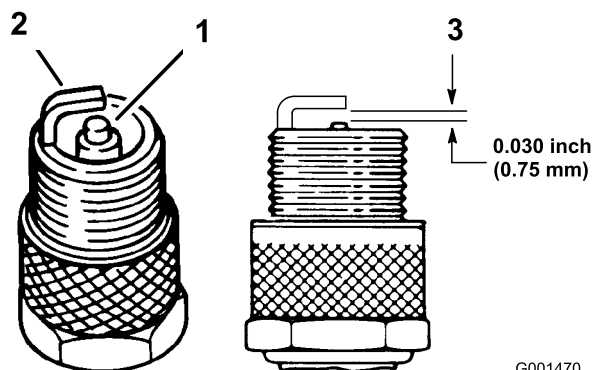

Figure 38
1. Examinez le centre de la bougie (Figure 38). Si le bec isolant est recouvert d'un léger dépôt gris ou brun, le moteur fonctionne correctement. S'il est recouvert d'un dépôt noir, cela signifie généralement que le filtre à air est encrassé.
3. Contrôlez l'écartement entre l'électrode centrale et l'électrode latérale (Figure 38). Courbez l'électrode latérale (Figure 38) si l'écartement est incorrect.
3. Branchez le fil de la bougie (Figure 38).